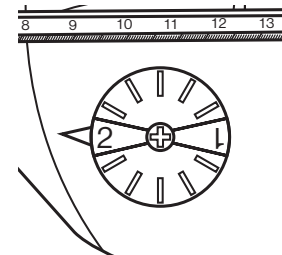

Abb. 11, 2. Gang
2. Drehen Sie den Gangwahlschalter (14) auf Position „2“, um den zweiten Gang einzustellen. Im zweiten Gang „2“ dreht das Elektrowerkzeug im hohen Drehzahlbereich mit niedrigem Drehmoment. Verwenden Sie diese Einstellung, wenn Sie Löcher mit kleinen Durchmessern oder in weiche Materialien bohren (Abb. 11).